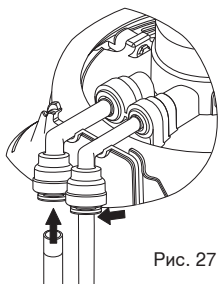

Рис. 27
5. **Вставьте** ЗЕЛЁНУЮ и СИНЮЮ трубки, подсоединённые к крану, в их соответствующие места в держателе (рис. 27).